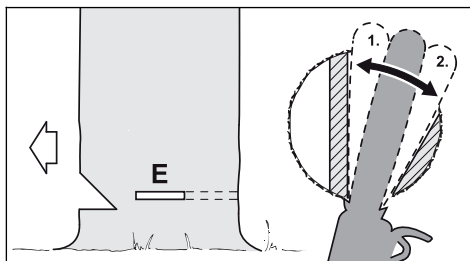

Рис. 22
- Выполнить основной пропил (рис. 22, поз. Е) – при этом полностью врезать направляющую шину
- Сформировать основной пропил до недопила (рис. 22, поз. 1)
- Сформировать основной пропил до защипного ремня (рис. 22, поз. 2)